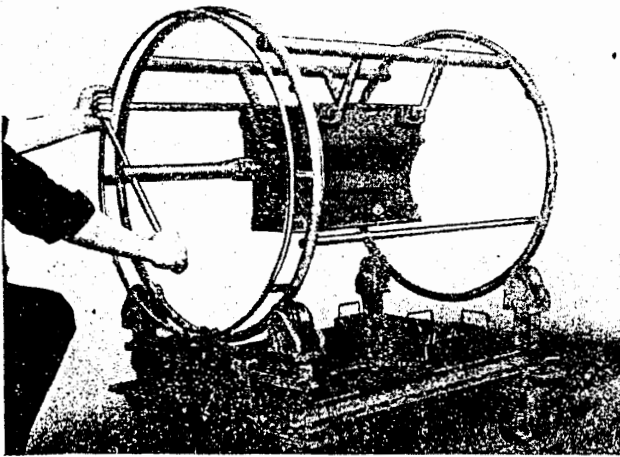

Bild M 26. Nockenwellenlagerbuchse einziehen
2. Beim Eindrücken der Nockenwellenlagerbuchsen ist die Einziehvorrückung (Werkzeug Nr. 324.020-M 143) zu verwenden (Bild M 26).